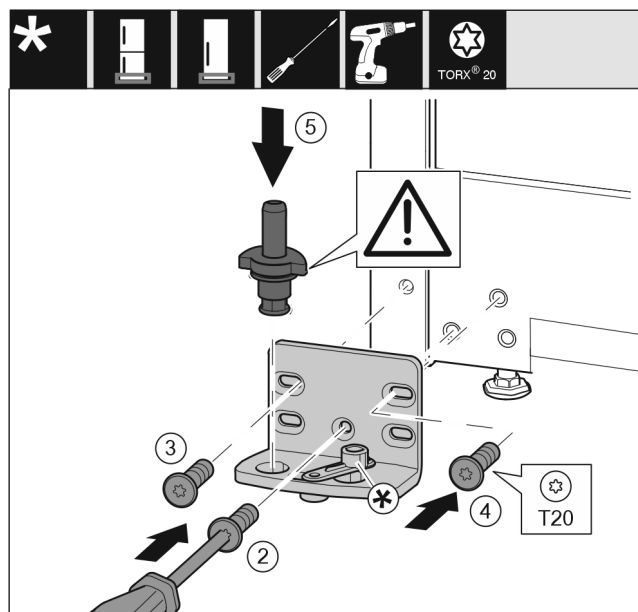

Fig. 20
- Nasadíte stojan ložiska na druhé straně a přišroubujete pomocí šroubováku. Začněte šroubem Fig. 20 (2) dole uprostřed.
- Utáhněte šroub Fig. 20 (3) a šroub Fig. 20 (4).
- Zcela vložte ložiskový čep Fig. 20 (5). Přitom dávejte pozor, aby zajišťovací vačka směřovala dozadu.